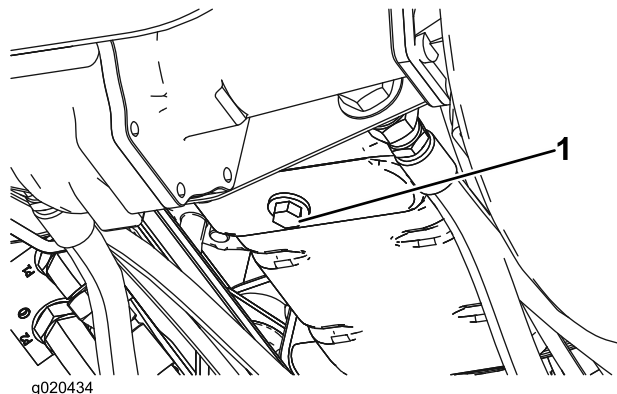

Figura 51
1. Togliete il tappo di spurgo (Figura 51) e lasciate defluire l'olio in una bacinella. Quando tutto l'olio cessa di defluire, rimontate il tappo.